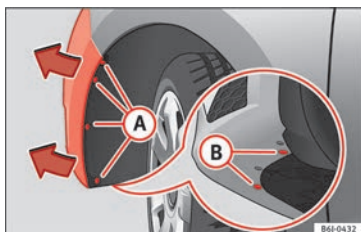

Fig. 103 Faro antiniebla: acceso al conector y al portalámparas.
- Retire los 4 tornillos (A) » **fig. 103** del interior del pasarrueda y los 2 tornillos inferiores (B) » **fig. 103** del parachoques utilizando un destornillador.